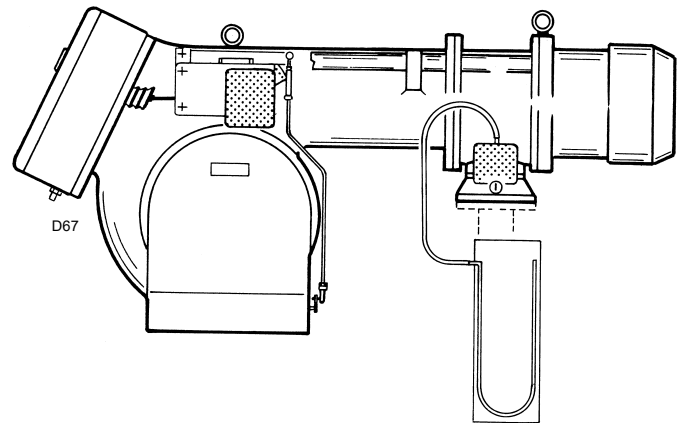

Abb. 21
- Montieren Sie ein U-Rohr-Manometer (Abb. 21) an der Gasdruckentnahmestelle der Muffe.
Das U-Rohr-Manometer (Abb. 21) zeigt den Gaseintritt an der Muffe an.